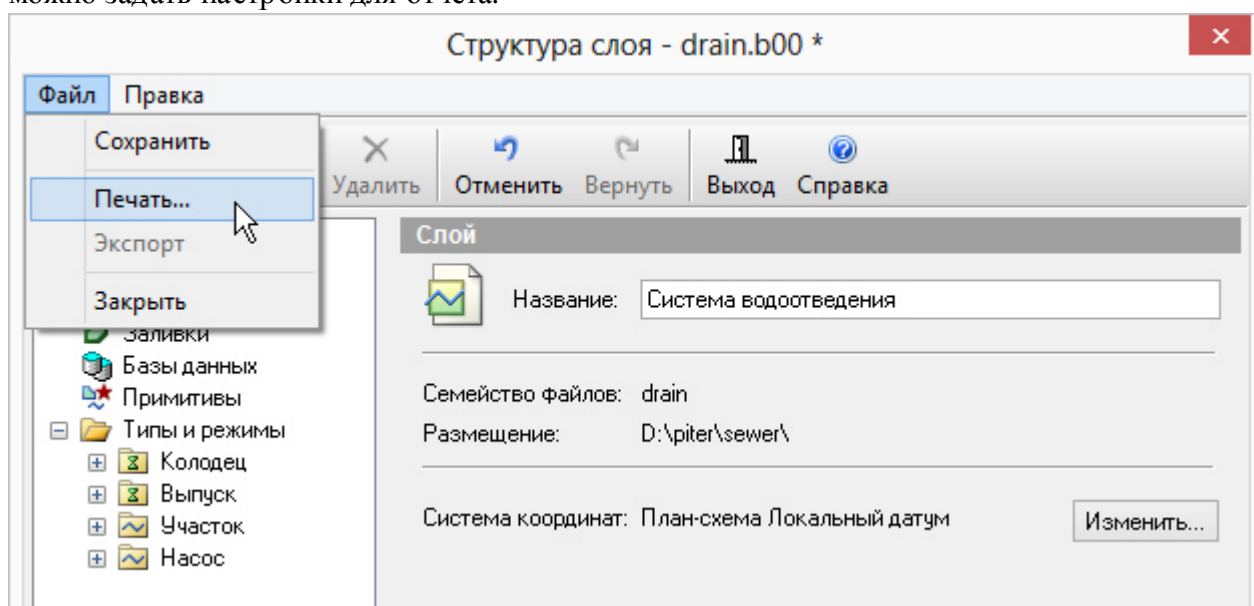

Рисунок 34. Печать структуры слоя
1. Выберите в меню **Файл** пункт Печать... (Рисунок 34. «Печать структуры слоя»), после чего на экране появится окно отчета по структуре слоя. В открывшемся окне можно задать настройки для отчета.